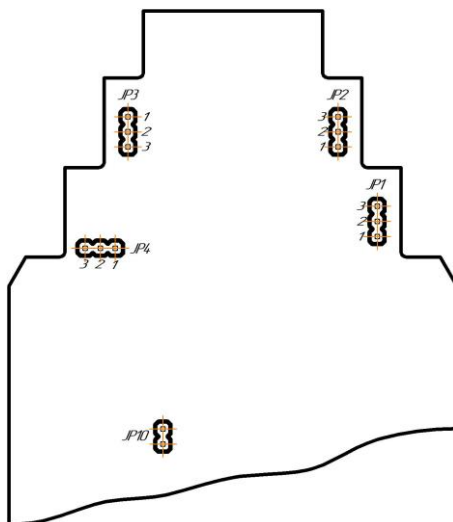

Рисунок 5.1 – Положення перемичок на платі модуля (корпус модуля знято)
4.3.6.1 Знеструмити модуль, зняти з шини та встановити перемичку JP10 (положення – див. рис. 5.1), після чого встановити модуль назад на шину. Модуль перейде в режим конфігурації налаштувань мережі, про що свідчить миготіння світлодіода "PWR" на передній панелі приладу.
Для живлення пасивних датчиків з струмовим виходом за двома або трипровідними схемами можна використовувати внутрішнє джерело живлення ($I_{вих.макс.}=25\text{ мА}$, $U_{вих}=21\text{ В}$), навіщо потрібно встановити перемички JP1-JP4 (розміщення – див. рис. 5.1, стор. 14) у положення 1-2 і використовувати схему підключень, показану на рис. Б.3.